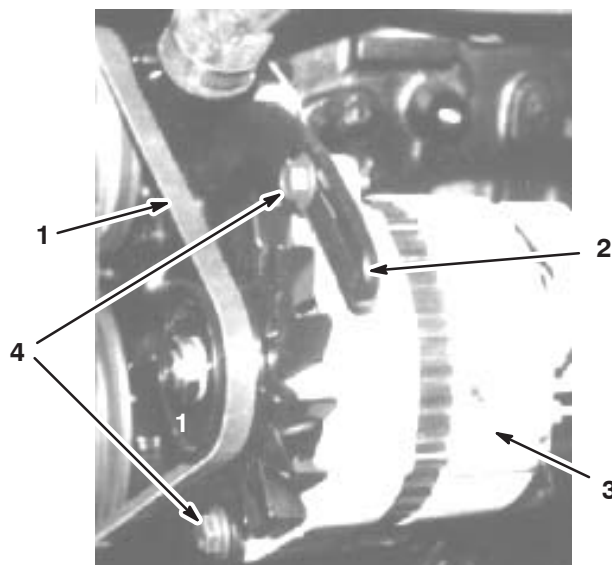

Figure 52
3. Desserrez les boulons de fixation du renfort au moteur et le boulon de fixation de l'alternateur au renfort (Fig. 52).